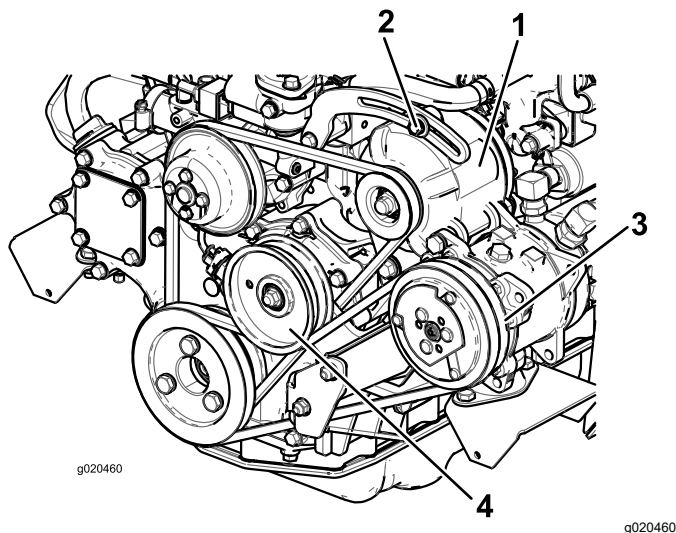

Figure 75
Si vous n'obtenez pas une flèche de 10 mm, desserrez les boulons de fixation de l'alternateur (Figure 75).
2. Si vous n'obtenez pas une flèche de 10 mm, desserrez le boulon de fixation de la poulie de tension (Figure 75).